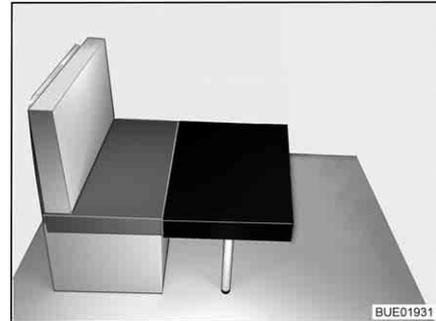

Fig. 32 Transformación (1)
- Colocar el pequeño cojín adicional en la mesa, delante del cojín del asiento del banco (véase Fig. 32).